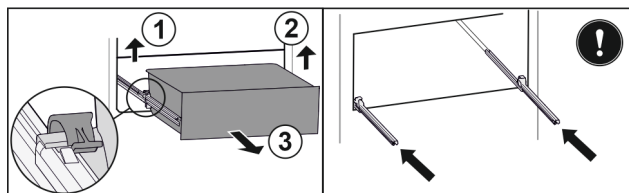

Fig. 166
- Підняти лівий затискач і одночасно висувний ящик ліворуч потягнути вперед. Fig. 166 (1)
- Підняти правий затискач і одночасно висувний ящик праворуч потягнути вперед. Fig. 166 (2)
- Вийняти висувний ящик рухом вперед. Fig. 166 (3)